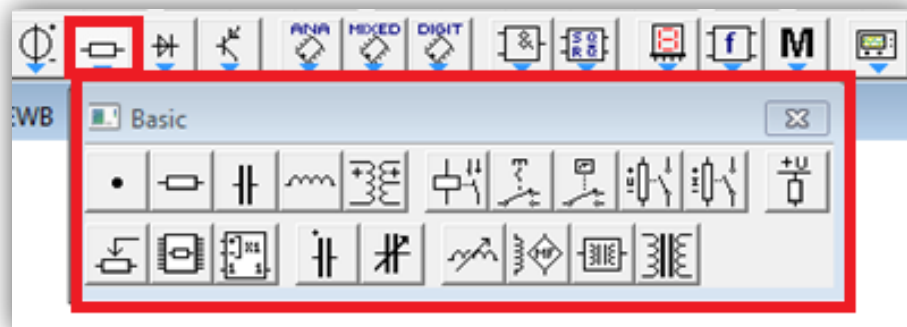

Рисунок 3 – Набор basic
3. Из набора basic (рисунок 3):